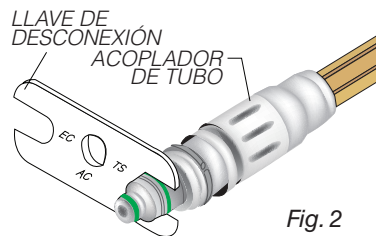

Fig. 2
- Utilice la llave de desconexión, StarDental Parte #203048, para ajustar el pivote al acoplador de tubo. Asegúrese de girar el acoplador de tubo, mientras sostiene el pivote en su lugar. NO AJUSTE EN EXCESO. (Fig. 2)